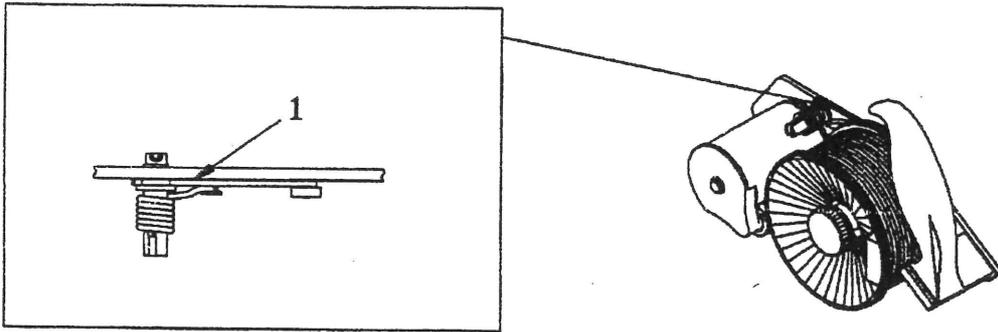

Bild 37: Schmieren des Handcoders
7.6.4 Schmieröle des Handcoders (siehe Bild 37)